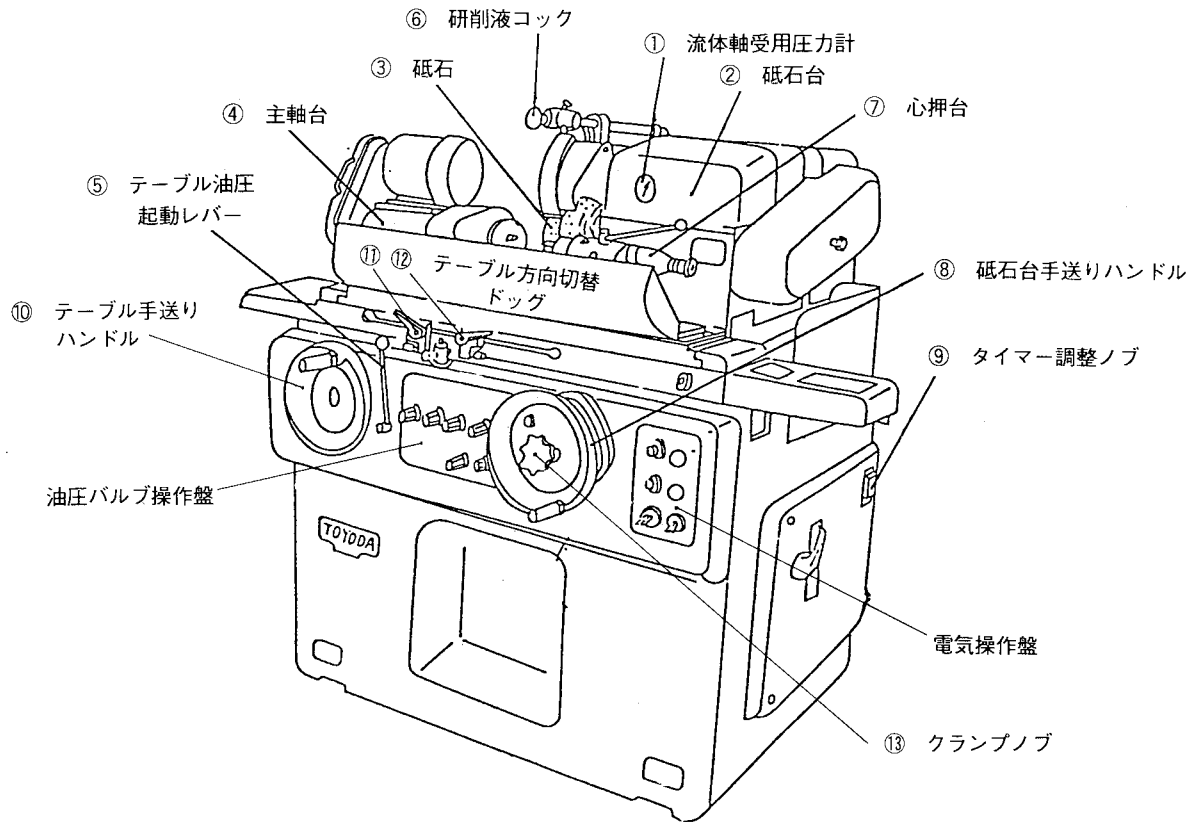
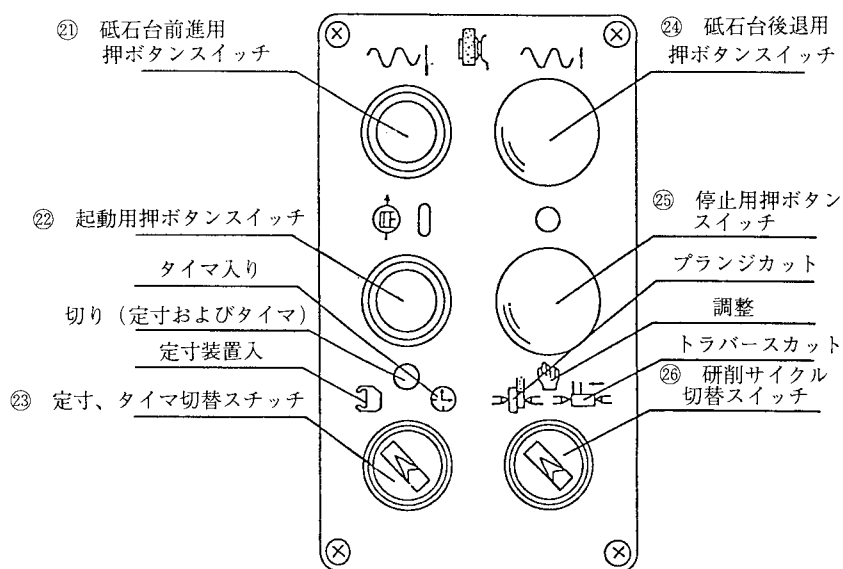
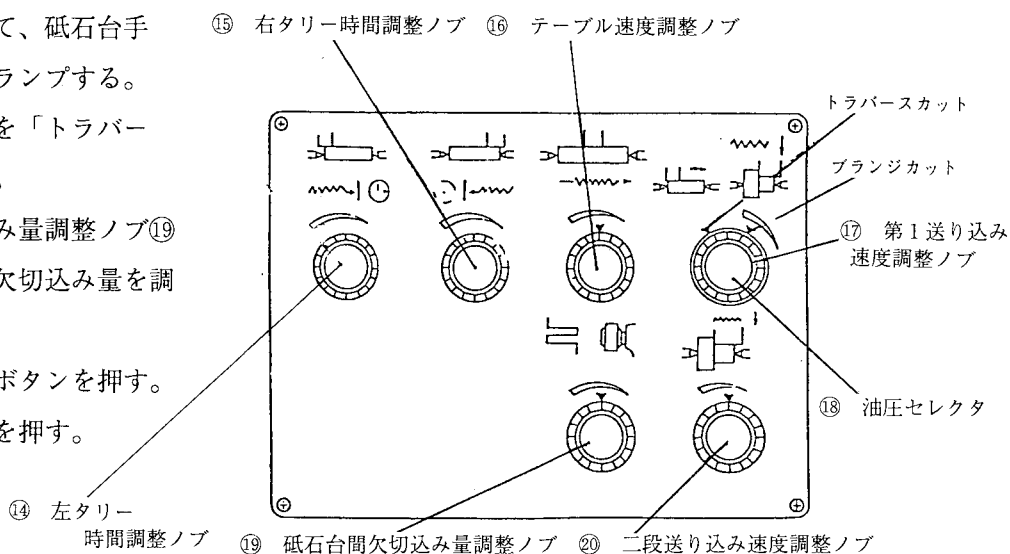

図1-2 円筒研削盤各部の名称
図1-3 電気操作盤
図1-4 油圧バルブ操作盤
(2) 砥石台前進操作
- ① 起動用押ボタン②②（図1-3）を押す。
- ② 砥石台を後退させる。
- ・砥石台が25mmの早送り前進をしても、何かにぶつかったりしないように、砥石台手送りハンドル⑧（図1-2）を反時計方向に回して、砥石台を後退させる。
- ③ 定寸タイマ切替スイッチ②③を「切り」にする。
- ④ 砥石台前進用押ボタン②④を押す。
- ⑤ 砥石台後退用押ボタン②④を押す。
- ⑥ 停止用押ボタン②⑤を押す。
(3) トラバースカット操作
- ① 起動用押ボタンを押す。
- ② 砥石台手送りハンドルを回して砥石台を後退させる。
- ③ 砥石台前進用押ボタンを押す。
- ④ 主軸台、心軸台が、砥石に当たらないように、テーブル方向切替ドックを安全な位置に設定する。
- ⑤ テーブル油圧起動停止レバー⑤（図1-2）を「油圧」にする。
- ⑥ テーブル速度を調整する。
- ・速度調整ノブ①⑥を回してテーブル速度を調整する。
- ⑦ 左右タリー時間調整ノブ①④⑤を回して、左右タリー時間の調整をする。
- ⑧ クランプノブ①③（図1-2）
- ① テーブル油圧起動停止レバーを「手動」にする。
- ② 起動用押ボタンを押す。
- ③ 砥石台手送りハンドルを回して、砥石台を後退させる。
- ④ 定寸タイマ切替えスイッチ⑳(図1-3)を「タイマ入」に設定する。
- ⑤ タイマ調整ノブ㉑(図1-2)を所定の時間の目盛りに合わせる。
- ⑥ 第1送り込み速度を調整する。
- ・第1送り込み速度調整ノブ㉒(図1-4)をプランジカットの調整範囲内に設定する。
- ⑦ 二段送り込み速度を調整する。
- ・二段送り込み装置の速度調整ノブ㉓(図1-4)を反時計方向に回して、開放した状態にする。
- ⑧ 砥石台前進用押ボタンを押す。
- ⑨ 停止用押ボタンを押す。